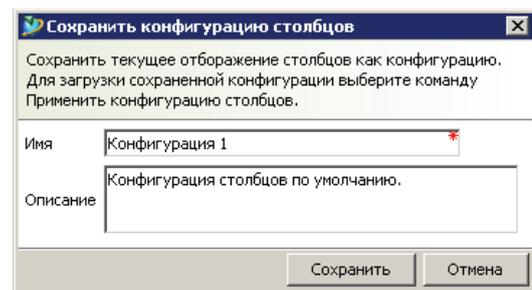

Рисунок 12.11
- в открывшемся диалоговом окне задать имя конфигурации, введя его в поле **Имя**, а также при необходимости описание конфигурации, введя его в поле **Описание**, и нажать **Сохранить** (рис. 12.11).